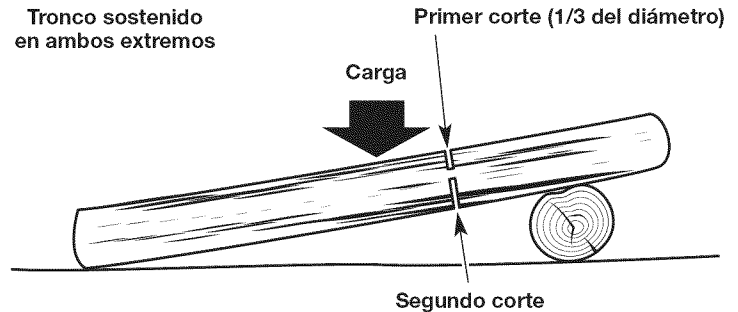

Fig. 18
- Si el tronco está sostenido en dos extremos (Fig. 18), haga el primer corte desde el lado de arriba (tronzo desde arriba). Consulte *Tronzado desde arriba*.